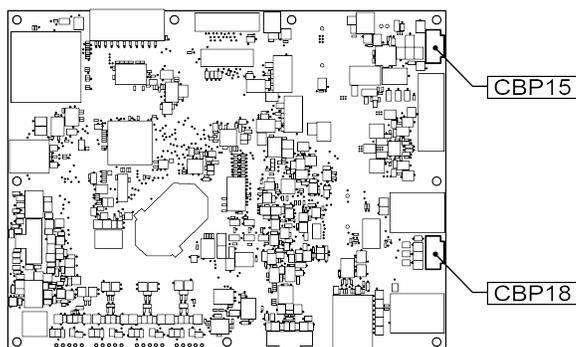

Figura 13
10. Utilizando el arnés incluido con la impresora, conecte al tablero de control como se muestra en la Figura 13. Los cables están marcados con las etiquetas de los conectores respectivos.